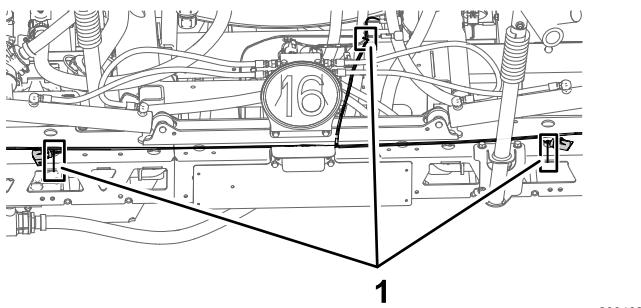

Figura 60
6. Prenda a secção da cablagem, ramal de 89 cm e ramal de 71 cm com três braçadeiras de cabos como se mostra na Figura 60.